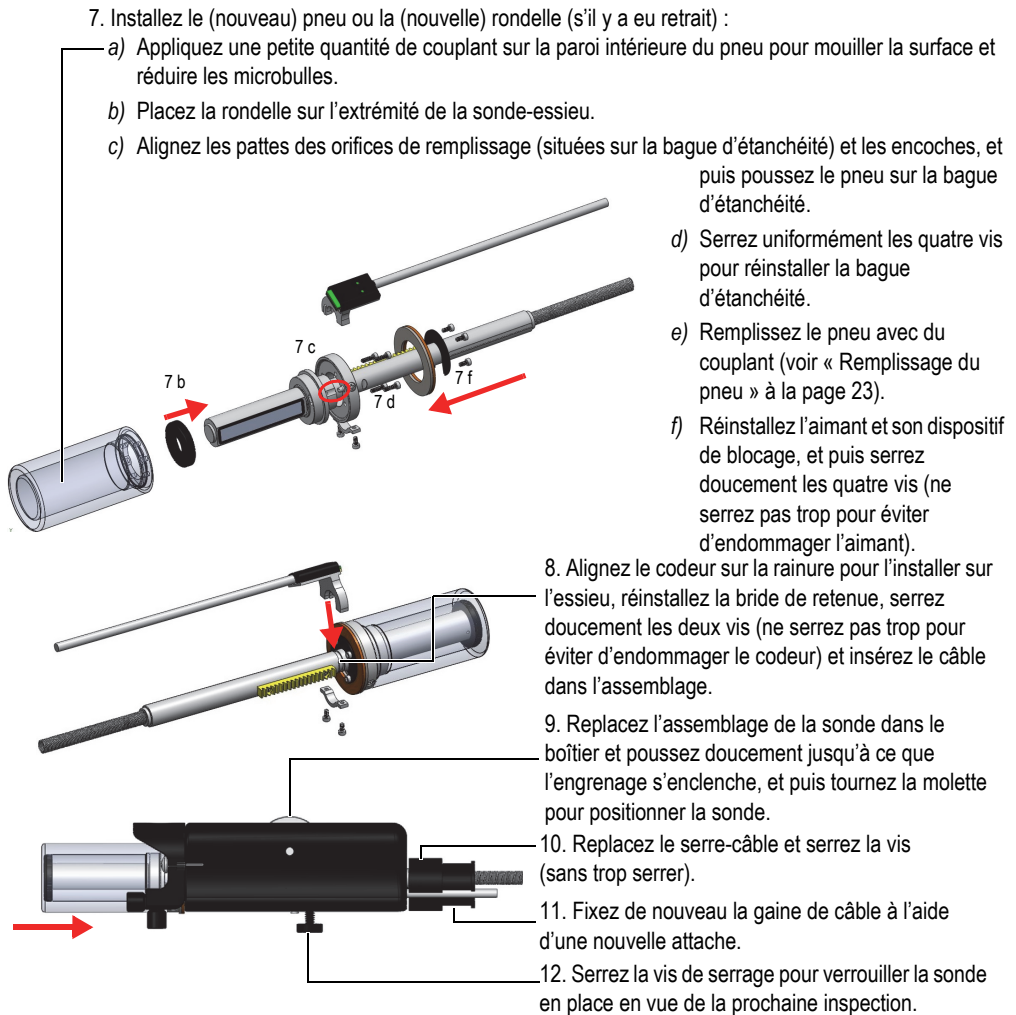

Figure 4-2 Étapes d'installation
- Les étapes d'installation sont indiquées sur la Figure 4-2 à la page 31.